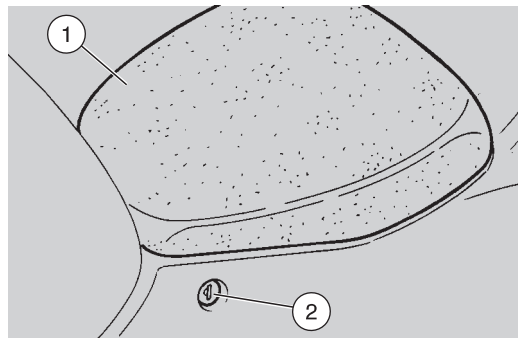

Fig. 8
- Per sbloccare la sella pilota, inserire la chiave di accensione nella serratura (2-Fig. 8) e ruotarla in senso orario.
Sollevare poi la sella (1-Fig. 8).